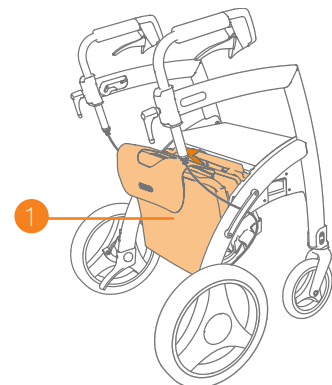

Abbildung 31: Rollstuhlpaket angebracht.
- c. Setzen Sie das Rollz Rollstuhlpaket in die beiden Aussparungen hinter dem Sitz ein (**Abbildung 31**).